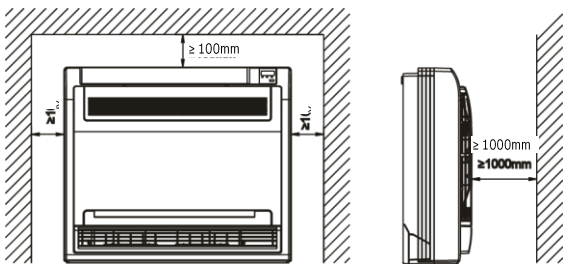

Fig. 50-2
- Hay suficiente espacio para la instalación y el mantenimiento. (Véase la Fig. 50-2 y Fig. 50-3)